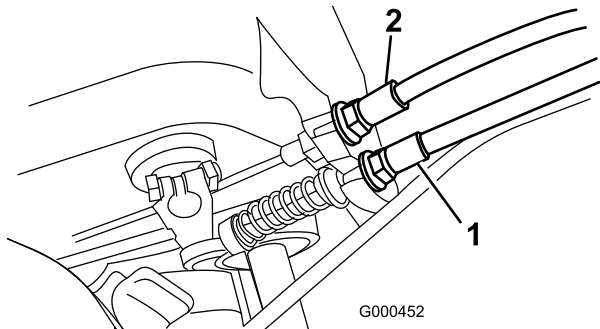

图35
- 2. 要增加拉线的张力，请拧松前拉线锁紧螺母并拧紧后拉线锁紧螺母(图35)，直至施加接合刹车所需的 5~6.3kg 的力。可在控制杆旋钮测量施加的力。切勿调整过度，或致使刹车带拖磨。